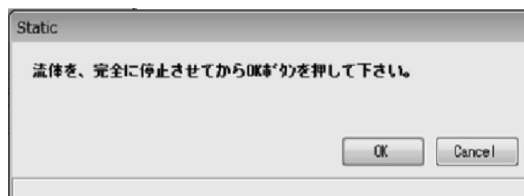

図111
- ① メニューの「Diagnosis/Service (T)」 > 「Test/Status」 > 「Installation」 > 「Static」 をクリックします。
- ② 次のウィンドウ(図111)が表示されます。ここでは静的機器設置状態チェックを行います。流体を完全に停止させた後、「OK」をクリックしてください。